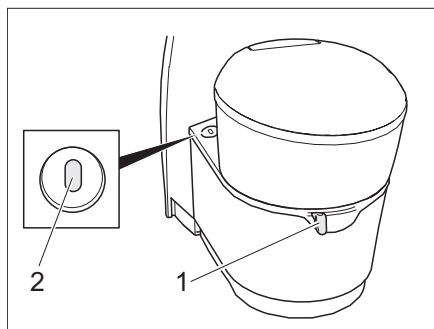

Fig. 132 Tazza del WC Thetford, orientabile
- Prima dell'uso, aprire il cursore della toilette Thetford. A tal fine spingere la leva del cursore (Fig. 132,1) in senso antiorario.
- Girare la leva del cursore (Fig. 132,1) in senso orario. Il cursore viene chiuso. Per svuotare il cursore **deve** essere chiuso sulla toilette Thetford.